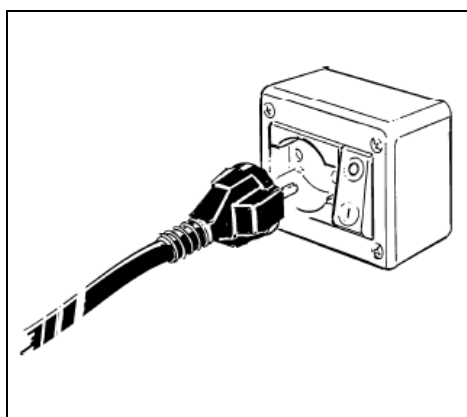

Fig. 10
- Inserte la clavija en la toma de alimentación eléctrica (fig. 10).